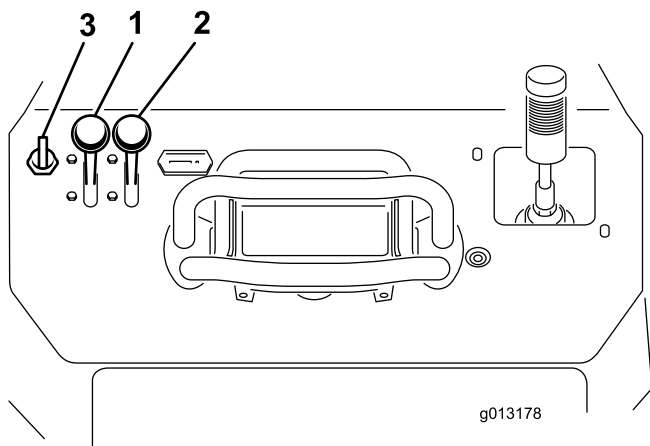

Figura 20
1. Mova a alavanca do regulador para o meio entre a posição SLOW e a posição FAST (Figura 20).
2. Desloque a alavanca do ar para a posição On (Figura 20).
3. Rode a chave para a posição On (Figura 20). Quando o motor arrancar solte a chave.
4. Gradualmente, desloque a alavanca do ar para a posição Off (Figura 20). Se o motor perder velocidade ou se engasgar, volte a engatar o ar at o motor aquecer.
5. Desloque a alavanca do acelerador para a posição pretendida (Figura 20).
2. Desloque a alavanca do acelerador para a posição Slow (Figura 20).
3. Desligue a chave (Figura 20).